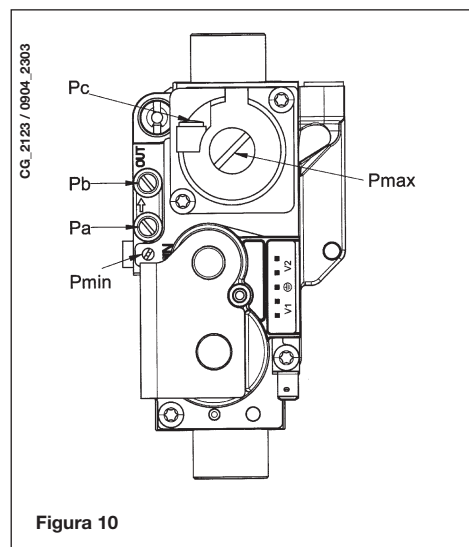

Figura 10
C) Calibración del regulador de presión (Figura 10)
- Regular el tornillo "**Pmax/Pmin**" (figura 10) hasta obtener el valor de presión que se indica en la Tabla 1.